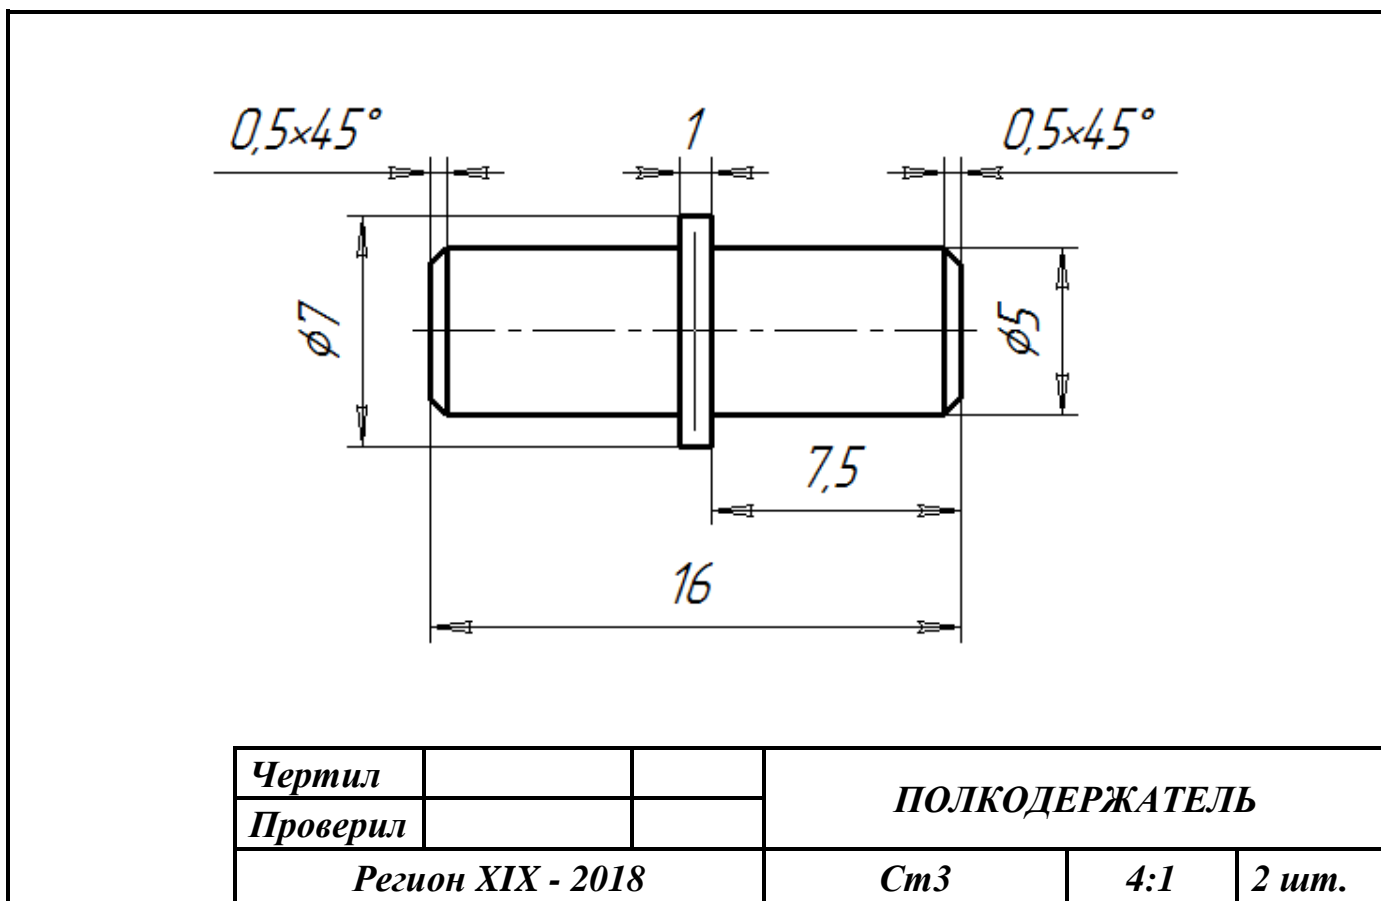

Рис.1. Чертеж полкодержателя с буртом
1. Предельные отклонения размеров готового изделия по всем размерам не должны превышать $\pm 0,1$ мм (рис. 1).